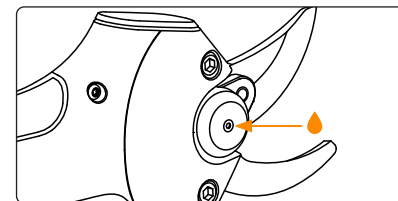

Abbildung 5: Lage der Schmierbohrung.
- Die Schneidklingen und die unter Klingen sollten regelmäßig geschmiert werden, indem Universalfett in die Schmieröffnung (kleine Kerbe auf der Achse, siehe Abbildung 5) gegeben wird.